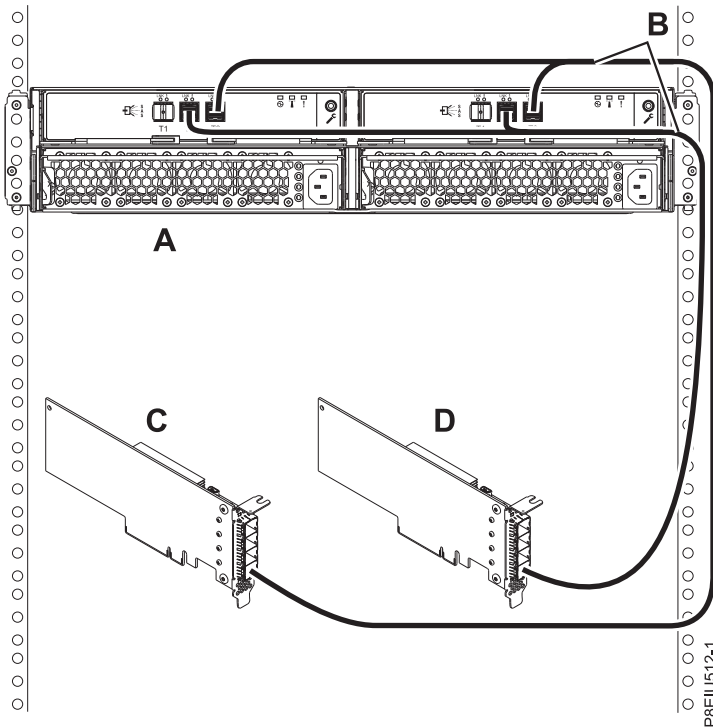

Figure 17. Connexion de mode 2 d'une armoire de stockage ESLL ou ESLS via des câbles YO12 à deux adaptateurs SAS FC EJ0J ou FC EJ0M indépendants
17. Effectuez la connexion de mode 2 d'un boîtier (A) via des câbles YO12 (B) à deux adaptateurs SAS FC EJ0J ou FC EJ0M indépendants, comme indiqué dans la figure 17, à la page 19, puis continuez avec «Connexion des câbles et des cordons d'alimentation et installation des capots», à la page 22.